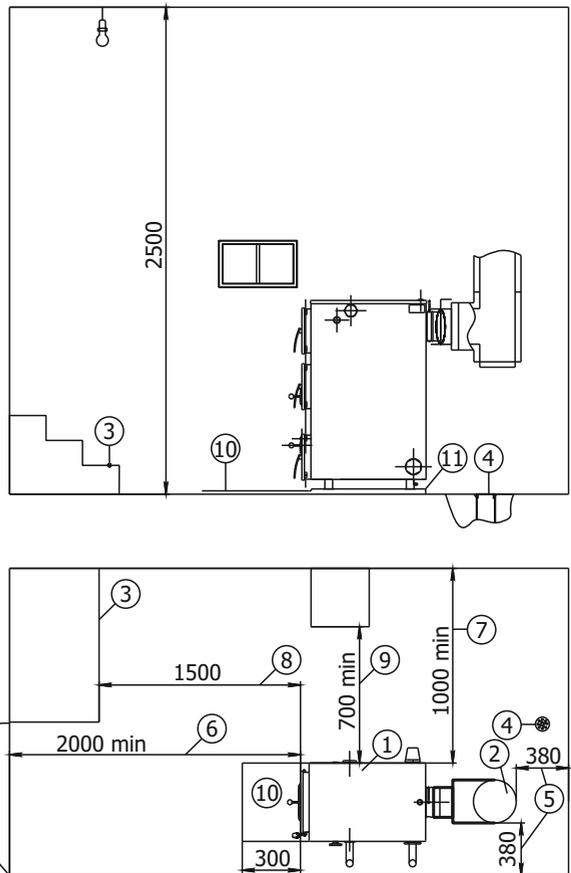

Рис. 4. Схема расположения котла в помещении
Расстояние от фронта котла или выступающих частей топки до противоположной стены котельной должно составлять не менее 2 м (см. рис.4) хранить запасы твердого топлива (1) не более, чем для одной смены работы котла. При этом ширина свободных проходов вдоль фронта котла должна быть не менее 1,5 м, а установленное оборудование и топливо не должны мешать обслуживанию котла.